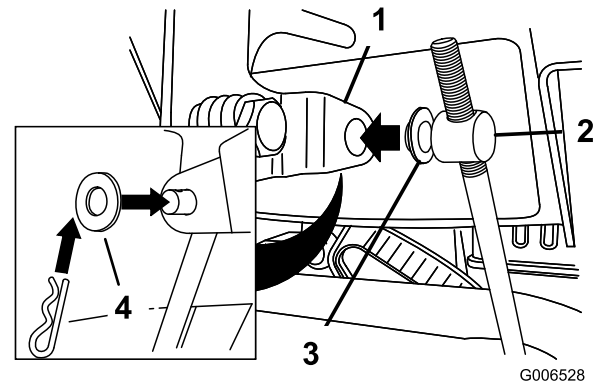

Figure 6
- Retirez la goupille fendue et la rondelle extérieure du tourillon à l'extrémité supérieure de la tige de commande de vitesse (Figure 6).
Remarque: Pour faciliter l'installation, laissez la rondelle plate sur le tourillon (Figure 6).
6. Soulevez la tige de commande de vitesses et insérez le tourillon dans le trou du levier sélecteur de vitesses (Figure 6).
- B. Désaccouplez le tourillon du sélecteur de vitesses (Figure 6).
- C. Tournez le tourillon vers le bas (sens horaire) sur la tige de commande de vitesse (Figure 6).
- D. Accouplez le tourillon au sélecteur de vitesses (Figure 6).
- C. Tournez le tourillon vers le haut (sens anti-horaire) sur la tige de commande de vitesse (Figure 6).